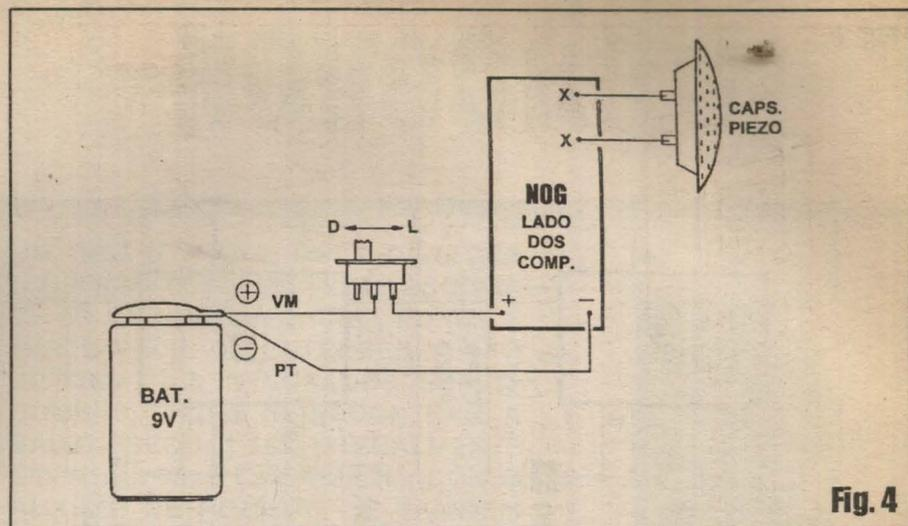

Fig. 4
- **FIG. 4 - CONEXÕES EXTERNAS À PLACA** - Como é norma nas descrições  *visuais* das montagens, aqui em **APE**, a figura traz a placa ainda pela sua face não cobreada, porém agora detalhando apenas as conexões feitas  *do impresso para fora...* São poucas tais ligações na montagem do **NOVOGRILLO**: os cabinhos isolados **vermelho** (positivo) e **preto** (negativo), vindos do  *clip* da bateria (notar que o interruptor geral deve ser intercalado no cabinho do  **positivo...**) devem ser ligados - respectivamente - aos pontos (+) e (-) da placa... Os pontos X-X do